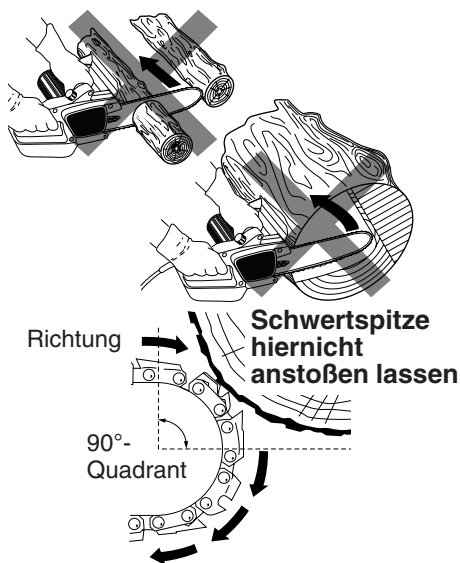

Abb.1 - Beispiel für Rückprallgefahr. Bei laufender Kette darf die Schwertschneide keinen Gegenstand berühren
- Bei laufender Kette aufpassen, daß die Schwertschneide keine Gegenstände berührt (siehe Abb.1).